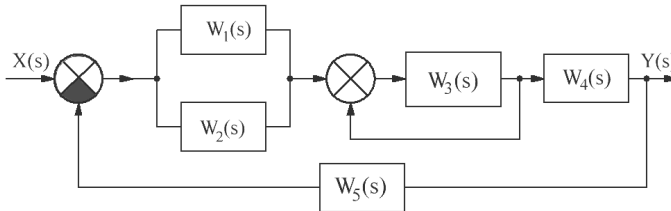

Рис. 1.30. Структурная схема
10. Записать эквивалентную передаточную функцию для структурной схемы на рис. 1.30